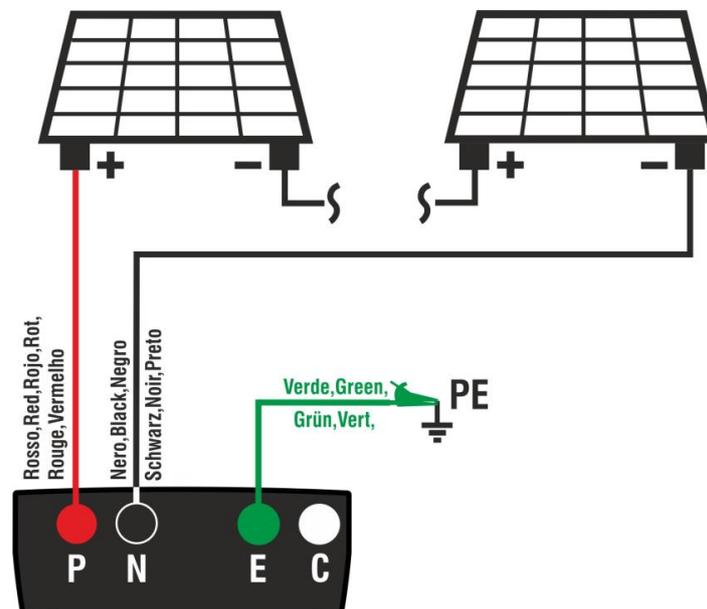

Fig. 7: Collegamento strumento per misura di isolamento in modo DUAL
- Collegare lo strumento alla stringa FV in prova come mostrato in Fig. 7. **La prova può essere eseguita anche su più stringhe in parallelo fra loro. Si ricorda che occorre sezionare anche eventuali scaricatori connessi ai cavi della stringa/stringhe e che è consigliabile eseguire la misura a monte di eventuali diodi di blocco**